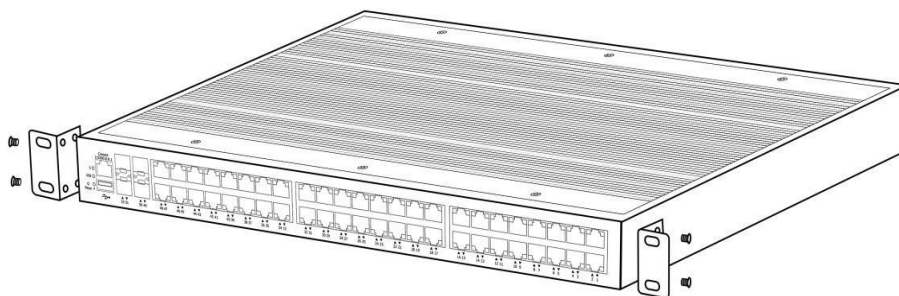

Рисунок 2
2. Закрепите монтажные проушины с обеих сторон коммутатора (Рисунок 2).